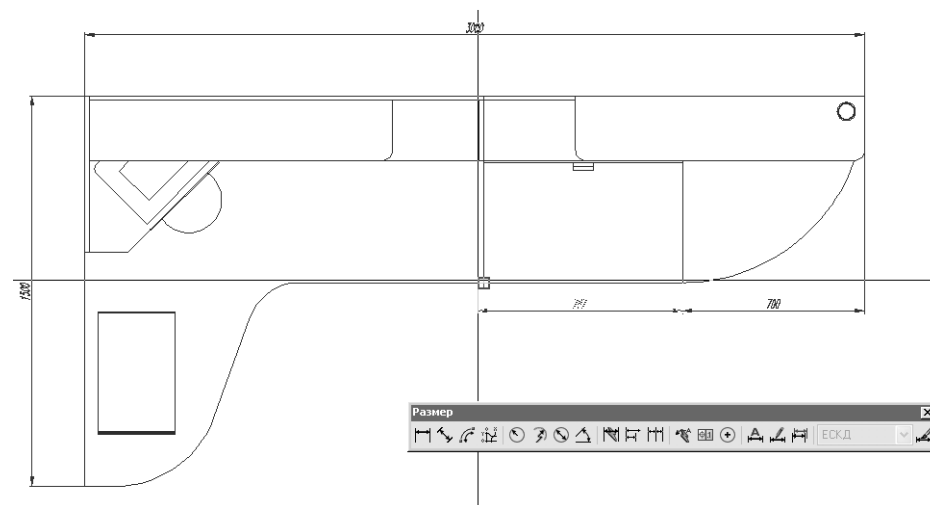

Рис. 11.13 ▼ Задание расположения второго горизонтального размера, образующего размерную цепь
10. AutoCAD тут же автоматически создаст следующий горизонтальный размер, используя в качестве первой выносной линии вторую выносную линию предыдущего размера, и предложит выбрать точку начала второй выносной линии создаваемого размера. Выберите начальную точку второй вертикальной линии контура парты (рис. 11.13).